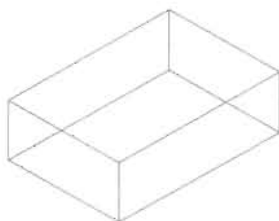

图 3-32
厚度 (T): 指定矩形的厚度, 相当于绘制一个立方体, 切换到三维视图就可以看到它的效果, 如图 3-32 所示。